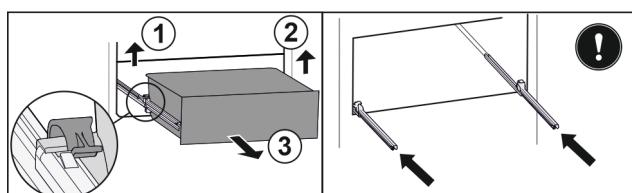

Fig. 116
- Podignite lijevu stezaljku i istovremeno izvucite ladicu lijevo prema naprijed. Fig. 116 (1)
- Podignite desnu stezaljku i istovremeno izvucite ladicu desno prema naprijed. Fig. 116 (2)
- Izvadite ladicu prema naprijed. Fig. 116 (3)